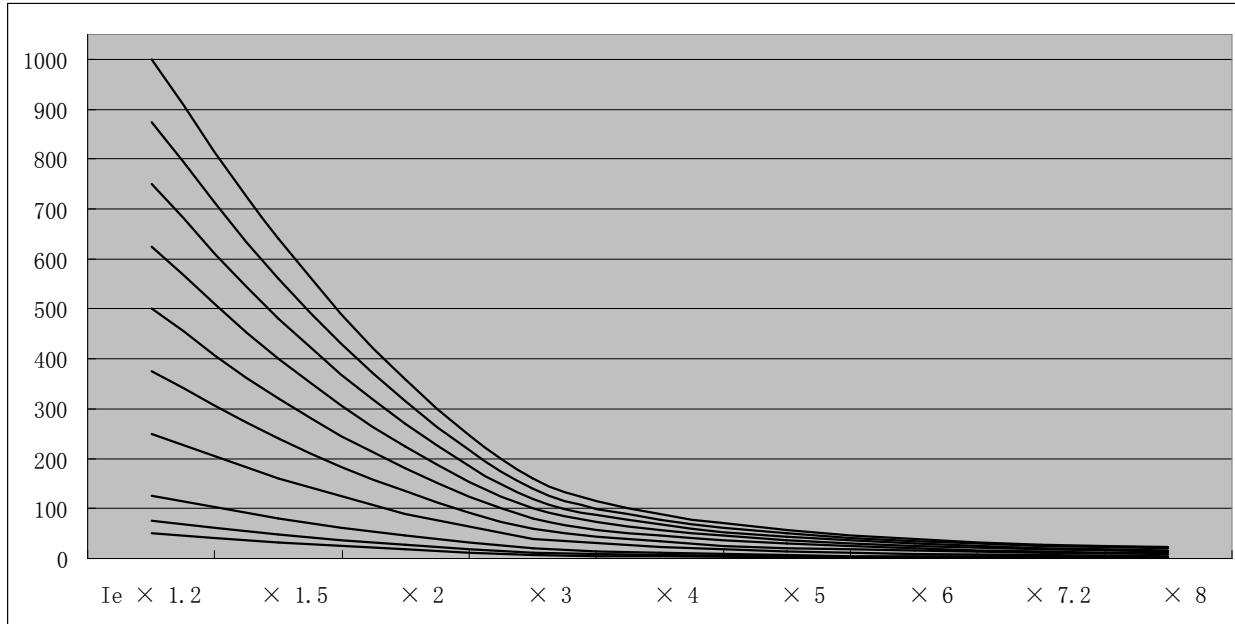

图 21 过载特性曲线图
- 过载保护电流—时间对照表如表18所示，过载特征曲线图（K曲线图）如图21所示。